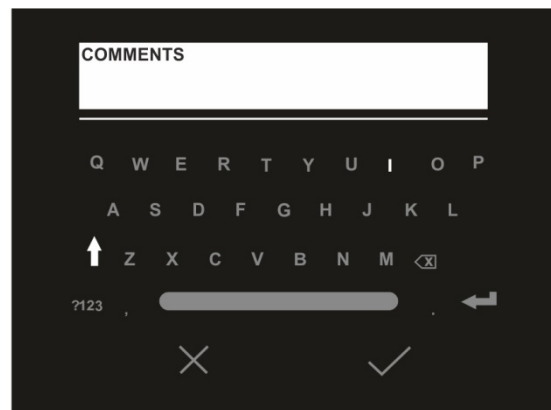

Fig. 45: Inserir anotação de texto na imagem
- Modo **Histograma (HG)** → os níveis de temperatura mínimo e máximo do objeto enquadrado no dispositivo são sempre definidos automaticamente, como no modo Auto, pelo instrumento, mas neste caso as áreas da imagem em que os valores de temperatura são muito diferentes são destacadas das áreas adjacentes. A relação entre a temperatura e a cor da paleta é não linear com base num algoritmo de histograma. Este modo enfatiza a exibição da imagem em ambientes de trabalho muito escuros
1. Clique em  ou no símbolo "AUTO" na parte inferior direita do ecrã. As imagens na Fig. 45 mostram as seleções dos modos "AUTO" e "HG"